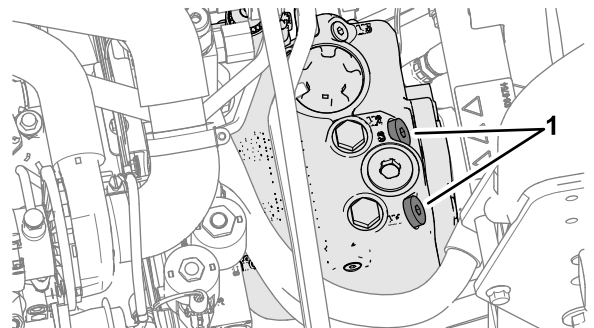

Bild 43
1. Öffnen Sie die Motorhaube und ermitteln Sie die Überdruckventile (Bild 43), die sich oben an der Pumpe hinter dem Akku- bzw. Ablagefach befinden.